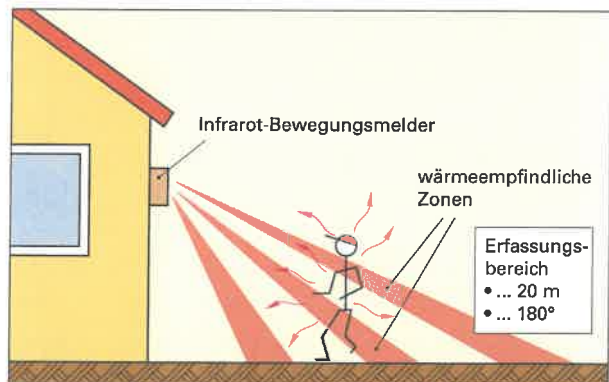

Bild 3: Erfassungsbereich des IR-Bewegungsmelders
5. Für eine Außenbeleuchtung soll ein Infrarot-Bewegungsmelder (**Bild 1, Seite 66, und Bild 3**) eingesetzt werden. Das Außenlicht soll zusätzlich von zwei Tastern ein- und ausgeschaltet werden können. Ergänzen Sie den Stromlaufplan (**Bild 4**).